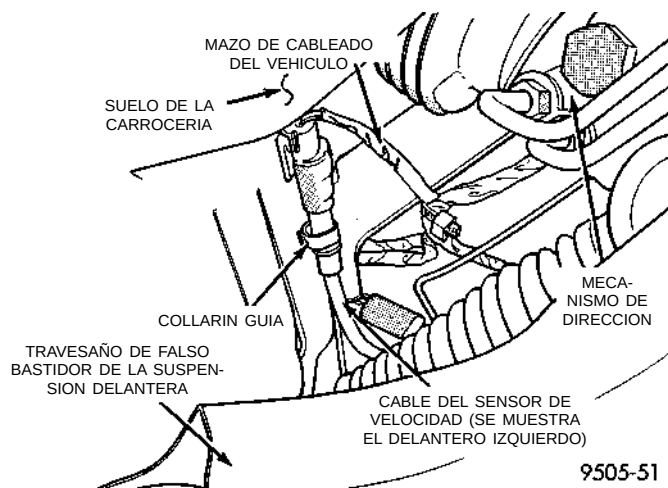

Fig. 30 Conexión del cable del sensor de velocidad al mazo de cableado
- (1) Eleve el vehículo en gatos fijos o centrado en un elevador de contacto de bastidor. Para informarse sobre el procedimiento de elevación requerido que debe utilizarse en este vehículo, consulte Elevación en la sección Lubricación y mantenimiento de este manual.
- (2) Retire el conjunto de rueda y neumático del vehículo.
- (3) Desenchufe el conector del cable del sensor (Fig. 30) del mazo de cableado del vehículo. Retire el collarín (Fig. 30) que fija el conector del cable del sensor de velocidad a la carrocería del vehículo.
- (1) Conecte el conector del cable del sensor de velocidad de rueda en el mazo de cableado del vehículo (Fig. 30).